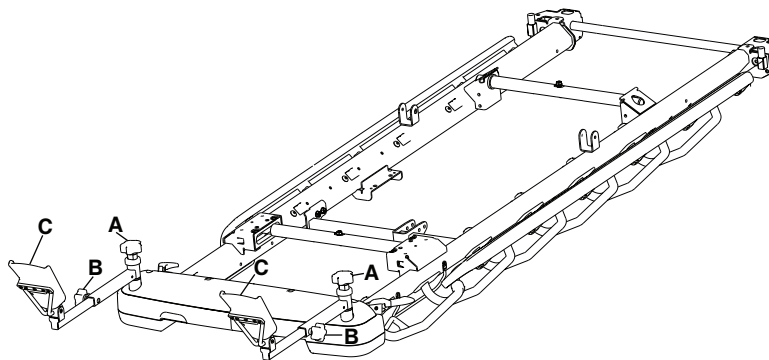

Figura 21 – Colocación de los soportes de los pies
1. Afloje el mando de la rodilla (A) situado en la parte de arriba de los soportes de los pies para ajustar el ángulo de lado a lado de los soportes de los pies (Figura 21).
2. Apriete el mando de la rodilla (A) para bloquear los soportes de los pies en la posición deseada.